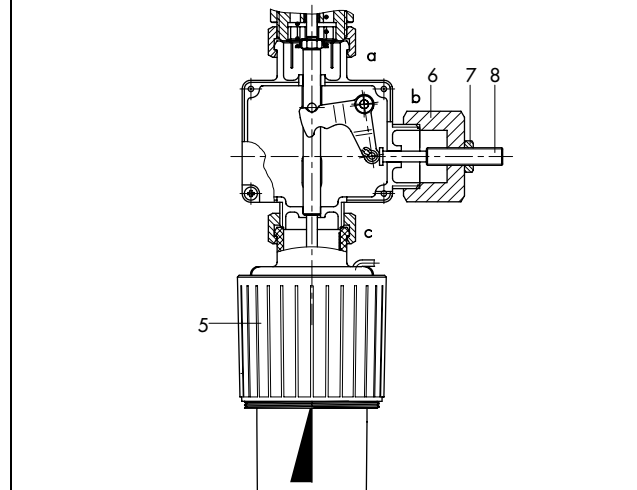

Fig. 4 · Raccord double Do3 K, thermostat type 2430 K et commande manuelle
**Raccord double Do3 K avec commande manuelle** (fig. 4) · Pour fermeture manuelle de la vanne ou limitation de course · Thermostat de régulation sur voie c · Commande manuelle sur voie b.
Le **raccord double** se monte sur les régulateurs de température, entre la vanne (1) et le thermostat (5). Un thermostat de réglage supplémentaire (fig. 4) est fixé sur les voies b et c. La commande manuelle doit être raccordée sur la voie b.
La course des éléments est transmise directement (voie c) par l'intermédiaire du levier (3) – voie b – à la tige de transmission (4). Celle-ci déplace la tige de clapet (2) et le clapet. C'est l'élément, dont la course est la plus grande qui agit sur la tige de clapet. La commande manuelle (fig. 4) assure dans ce cas la limitation de la course.